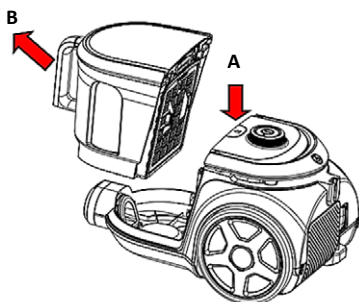

Fig. 7
1. Ca în **Fig.7**, țineți recipientul de praf și mânerul și apăsați butonul de eliberare **(A)**.
2. Ca în **Fig.7**, scoateți recipientul de praf din mașină **(B)**.